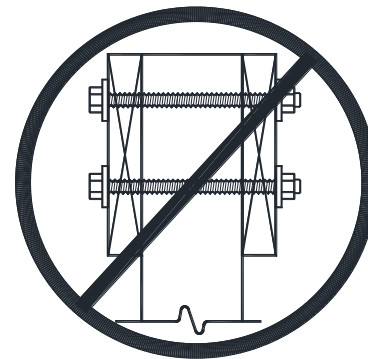

FIGURA 20: CONEXIÓN PROHIBIDA
- Las vigas no se unirán a los lados de un poste sin muescas como se muestra en FIGURA 20.